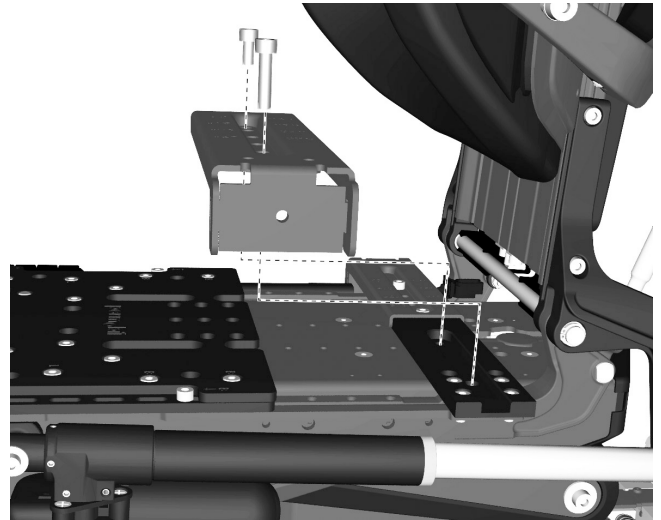

Abbildung 177. Der Halter der UniTrack-Schiene ist mit zwei Schrauben befestigt.
6. Den Halter der hinteren UniTrack-Schiene an der linken Seite des Sitzes, der mit zwei Schrauben befestigt ist, abmontieren. Siehe Abbildung. 177.